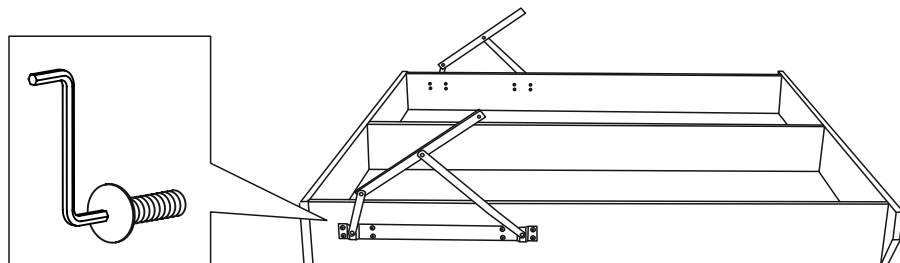

Рис. 2.
1. Установить кронштейны без газовых пружин на продольные царги, закрепив их на гайки со сферической головкой и винты М6х15. Обратить внимание, что гайка должна располагаться внутри ниши (рис. 2).